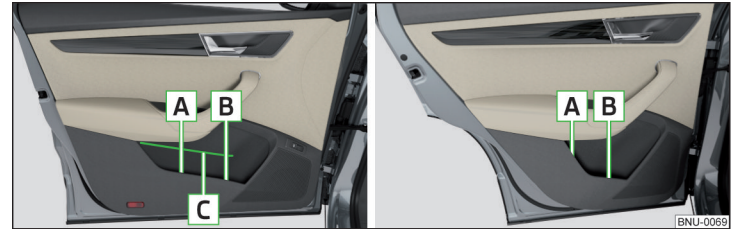

Abb. 96 Ablagefächer: in der vorderen Tür / in der hinteren Tür
**Ablagefächer** » Abb. 96
Das Ablagefach [A] » Abb. 96 in der vorderen Tür ist ausschließlich zum Abliegen von Gegenständen zu verwenden, die nicht herausragen - es besteht die Gefahr der Einschränkung des Wirkungsbereichs der Seitenairbags.